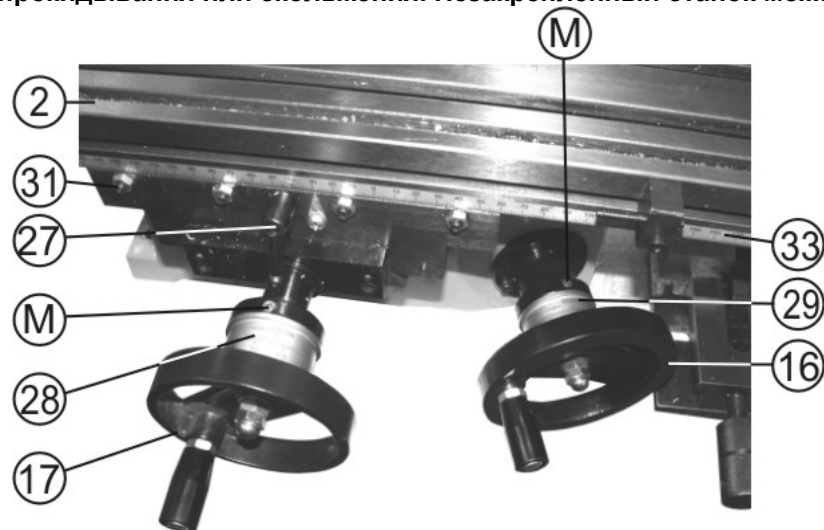
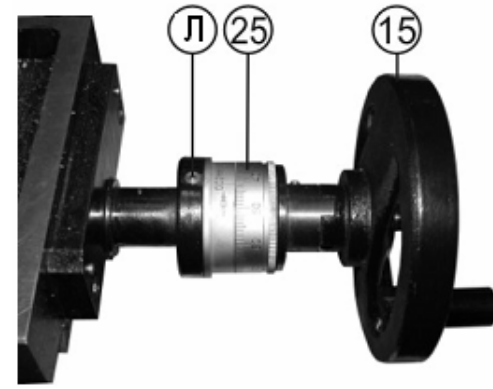

Рис. 3
Рис. 7
9.1. Регулировка хода продольной подачи стола (Рис. 3, 4)
12.1.6. Перед началом работы и после окончания капните несколько капель масла на направляющие подачи стола, стойки перемещения бабки, оси маховиков, в маслёнки подшипников (М), Рис. 3, 7, и всех узлов, снабжённых маслёнками.
10.3.7. Установка и подача заготовки в продольном направлении стола (2) производится вращением маховика продольной подачи стола (15). Фиксированное положение устанавливается рычагом фиксации продольной подачи стола (27). Расстояние подачи контролируется по шкале (33), Рис. 3. Точное расстояние подачи контролируется по шкале лимба (25) маховика продольной подачи стола (15). Цена одного деления – 0,02 мм Рис. 7.